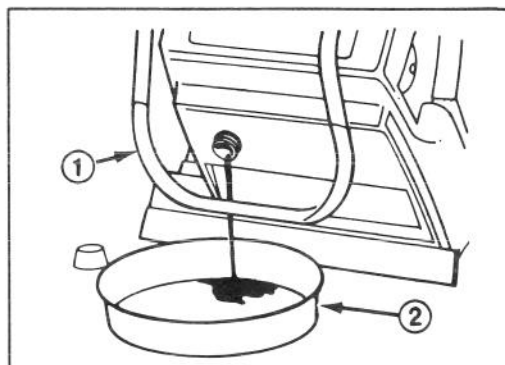

Fig. 16
1. Drenate il carburante dal serbatoio (Fig. 16).
1. **DRENATE LA BENZINA** (Fig. 16)—Togliete il tappo del serbatoio di carburante dello sgombraneve, inclinate la macchina in avanti con cautela e lasciate uscire tutta la benzina in un recipiente largo. Raddrizzate la macchina e rimettete il tappo del serbatoio. Asciugate il carburante rovesciato fuori e versate la benzina in un contenitore idoneo.